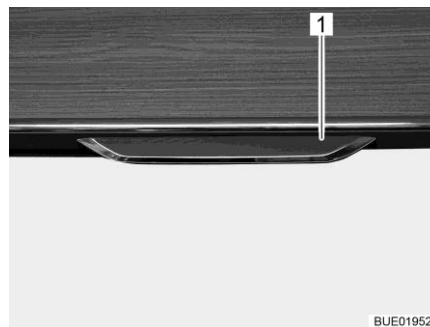
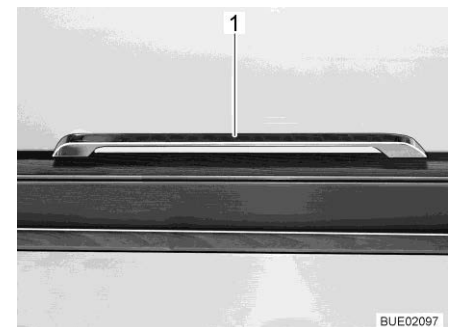

Fig. 68 Sportello del mobile con maniglia di sbloccaggio
Fig. 69 Maniglia di sbloccaggio (Ixeo T)
- Apertura:** ■ Tirare verso l'esterno o verso il basso la maniglia di sbloccaggio (Fig. 68,1 e Fig. 69,1).